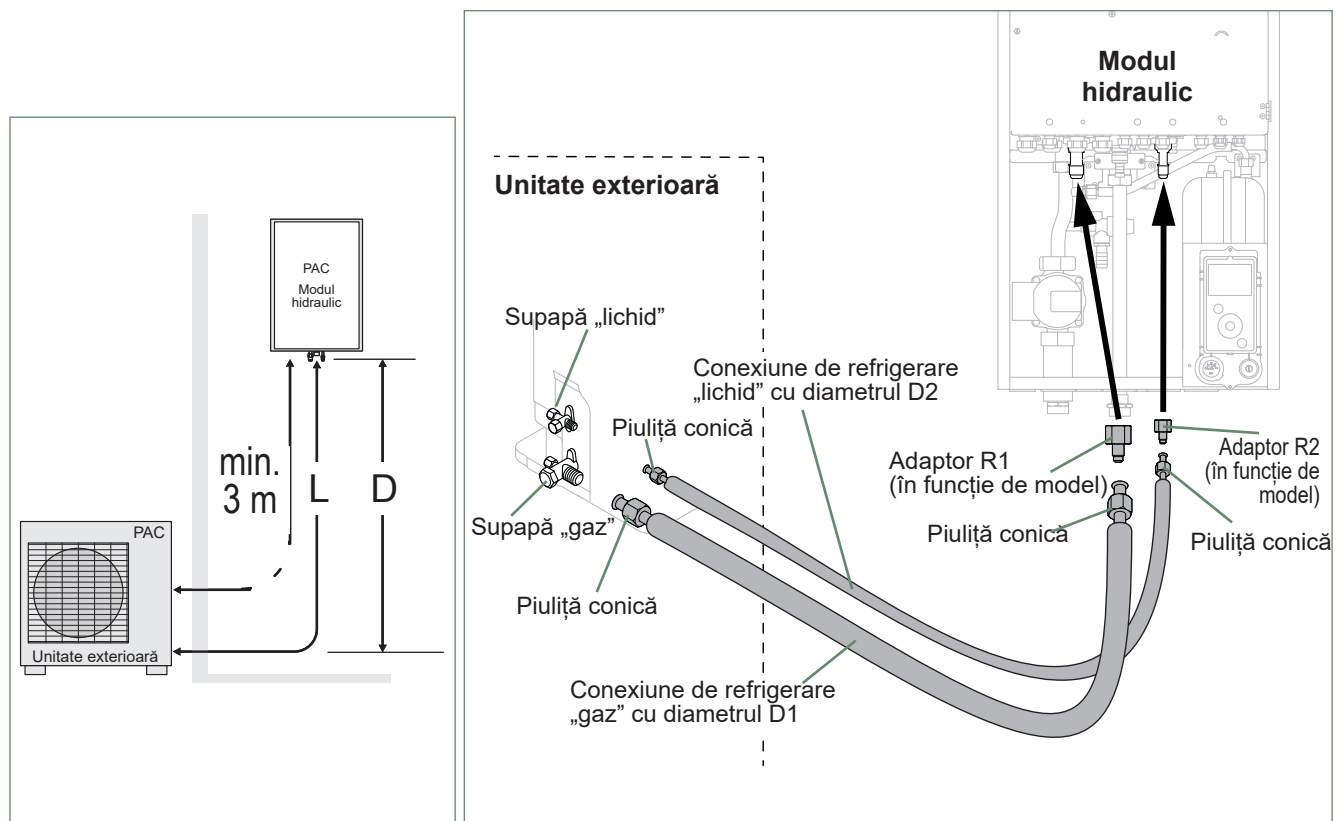

fig. 32 - Racordarea conexiunilor de refrigerare (diametre și lungimi permise)
- După caz, conectați un adaptor (reductor) de 1/4"- 3/8" sau 1/2"- 5/8" (vedeți fig. 32).